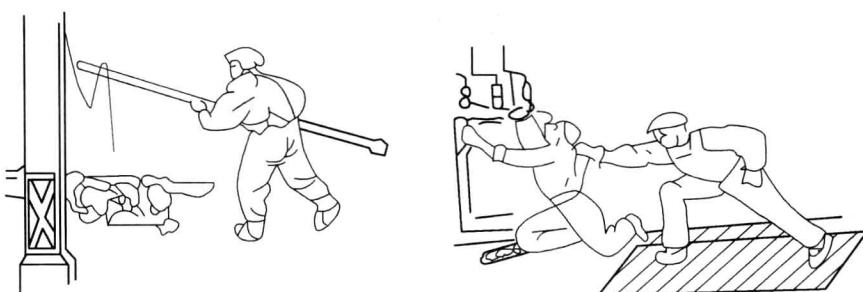

图 1-2 移开带电体
2) 抢救中要记住触电者未脱离电源前，其本身是一带电体，抢救时会造成抢救者触电伤亡，所以要在保证自身不触电的前提下做到尽可能快（见图 1-2）。